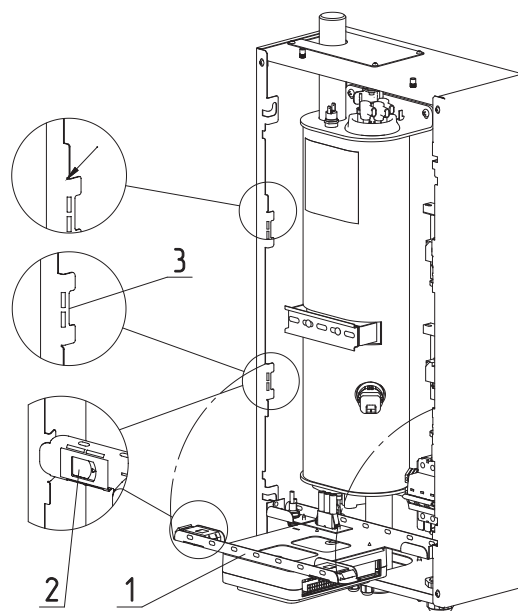

Рис. 15 Откидывание кронштейна
- Откинуть кронштейн для крепления пульта управления (Рис. 15, поз.1);
- Отжать замки-защелки (Рис. 15, поз.2) с двух сторон;
- Имеется возможность сменить положение кронштейна, достав его из пазов и закрепив в соответствующие пазы выше (Рис. 15, поз.3).